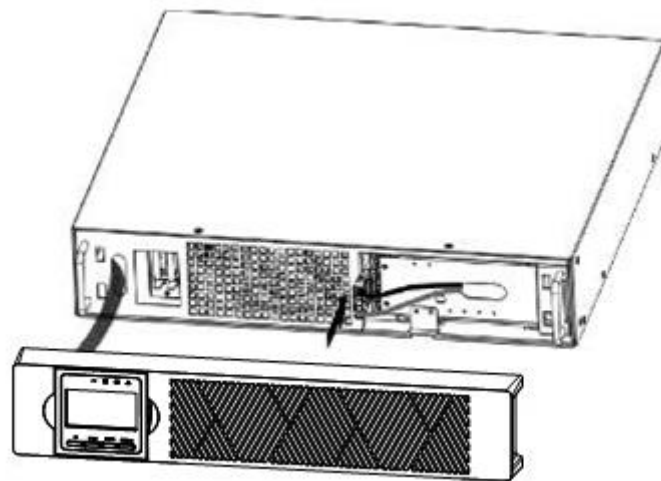

Figure 2: Connexion des batteries internes de l'onduleur
- b) Connectez le connecteur de la batterie interne (voir Figure 2).